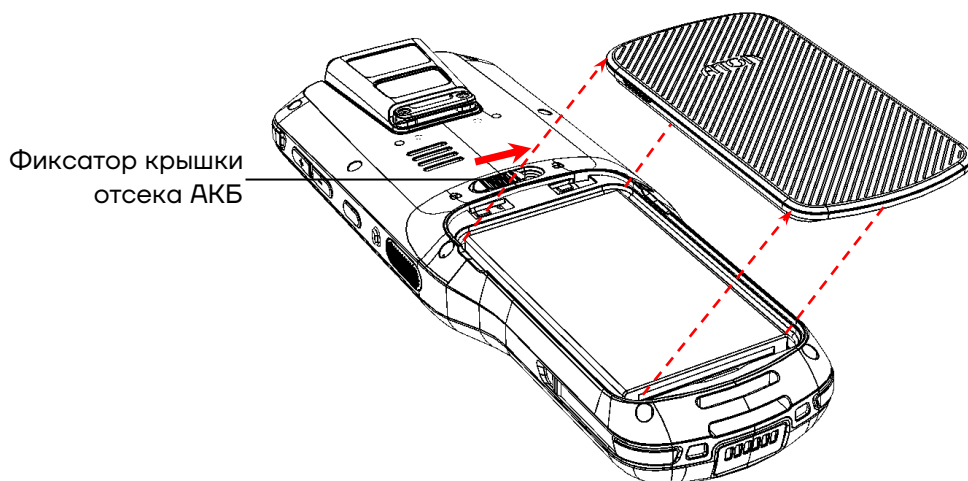

Рисунок 6. Отделение крышки отсека для АКБ от корпуса
- 4** Отделить крышку отсека от корпуса ТСД (рисунок 6).
- 1** Во включенном состоянии ТСД снять крышку отсека АКБ (см. рисунок 6), при этом сработает датчик открытия крышки АКБ и устройство автоматически перейдет в режим энергосбережения.